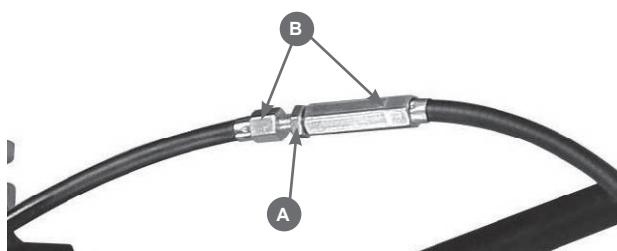

Рис.9
Для удлинения троса необходимо ослабить контргайку (A) и раскрутить соединительную муфту троса (B). Для того, чтобы укоротить трос, соединительную муфту необходимо закрутить. После установки нужной длины троса, необходимо затянуть контргайку (Рис.9).